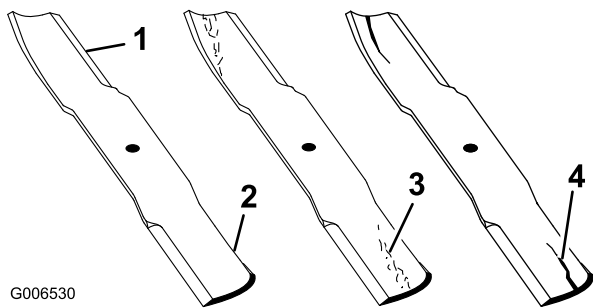

Figure 42
1. Examinez le tranchant des lames (Figure 42). Si elles ne sont pas tranchantes ou si elles présentent des indentations, déposez et affûtez les lames (voir Affûtage des lames).
2. Inspectez les lames, surtout la partie relevée (Figure 42). Remplacez immédiatement toute lame endommagée, usée ou qui présente une entaille (repère 3 de la Figure 42).